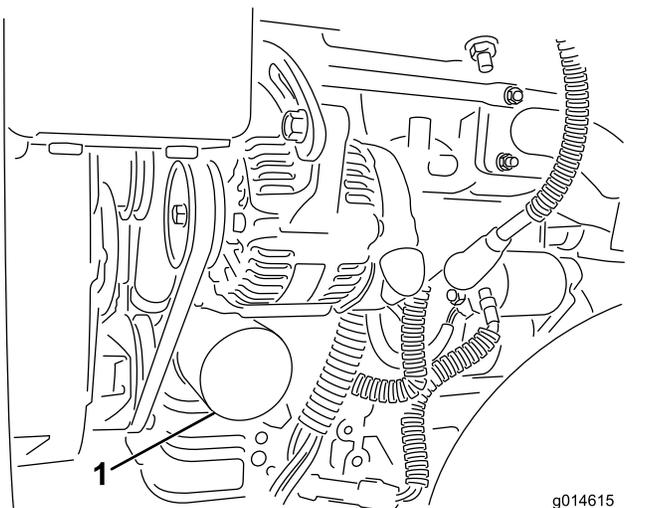

図 33
2. オイルフィルタ **図 33**を外す。新しいフィルタのガスケットに薄くエンジンオイルを塗る。